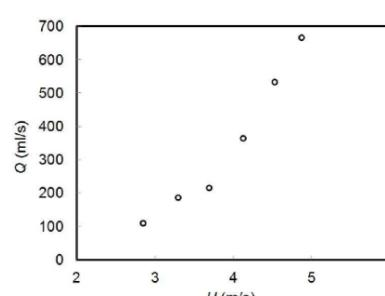

図3 気泡流量の旋回速度依存性
- 気泡流量は旋回速度と共に増加した（図3）。旋回速度の増加によって、翼上面に発生する低圧領域と大気圧との圧力差が大きくなつたことで説明できる。